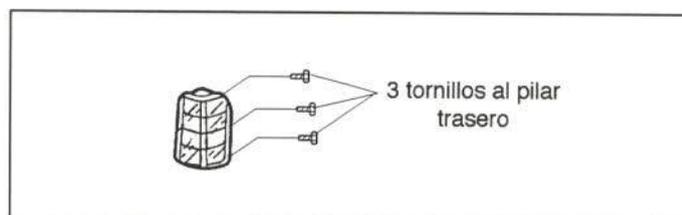

Figura 55.- Unión del piloto trasero
El piloto trasero va fijado mediante 2 grapas y 3 tornillos (figura 55).
- Piloto trasero (figura 55).